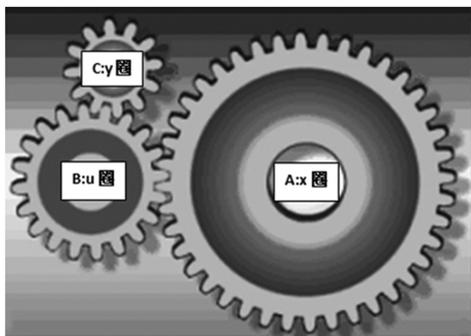

图 1 齿轮链
(2)实验探究。齿轮传动设备如图 1,已知 A、B、C 三个齿轮的半径分别为 8CM、4CM、2CM,当齿轮 A 旋转 x 圈,B 旋转 u 圈而 C 旋转 y 圈时,请各小组学生完成以下 3 个任务,并将过程和结果进行展示。